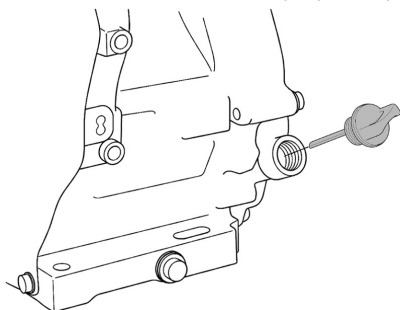

Рис. 9 Крышка-щуп маслосаливной горловины
3. Открутите крышку-щуп маслосаливной горловины и извлеките щуп (Рис. 9).
2. Выкрутите крышку-щуп маслосливной горловины и извлеките щуп (Рис. 9).